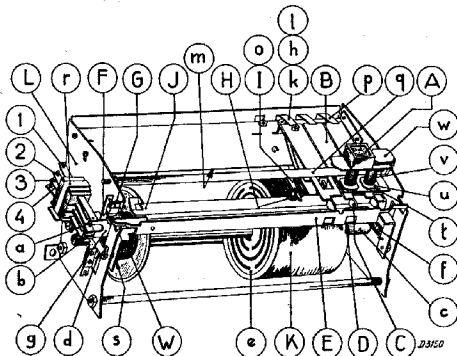

Fig. 11
Bij indrukken van knop A (fig. 11) wordt de stugge toets B neergedrukt en gearreterd, doordat de afgeronde neus C in het vierkante gat D van beugel E valt. Deze beugel wordt door C eerst vooruit gedrukt en valt dan weer terug over C heen; hier-
Komt arreteerpennetje H (fig. 11) in een gaatje in de kiesschijf dan staat deze schijf vast. Deze kiesschijven zijn door een drukkoppeling (veer W) direct gekoppeld met de hoofdas, dus met de condensator. Omdat de drukkoppeling door S eerder slijpt, dan die door W, gaat tandwiel Q slippende loopen, totdat de motor, die intusschen door het dieper zakken van H afgeschakeld is, tot stilstand is gekomen.
2. Het kapje over de veegroep r (fig. 11) afnemen (1 boutje).
3. Beugel m (Fig. 11) losschroeven; voorzichtig, dat niet alle toetsen wegspringen.
fig. 11) bij te stellen door verbuigen. Dit is slechts dan noodzakelijk wanneer bij indrukken van toets 1 contact b-4 - of bij indrukken van toets 14 contact b-3 — niet gesloten wordt.